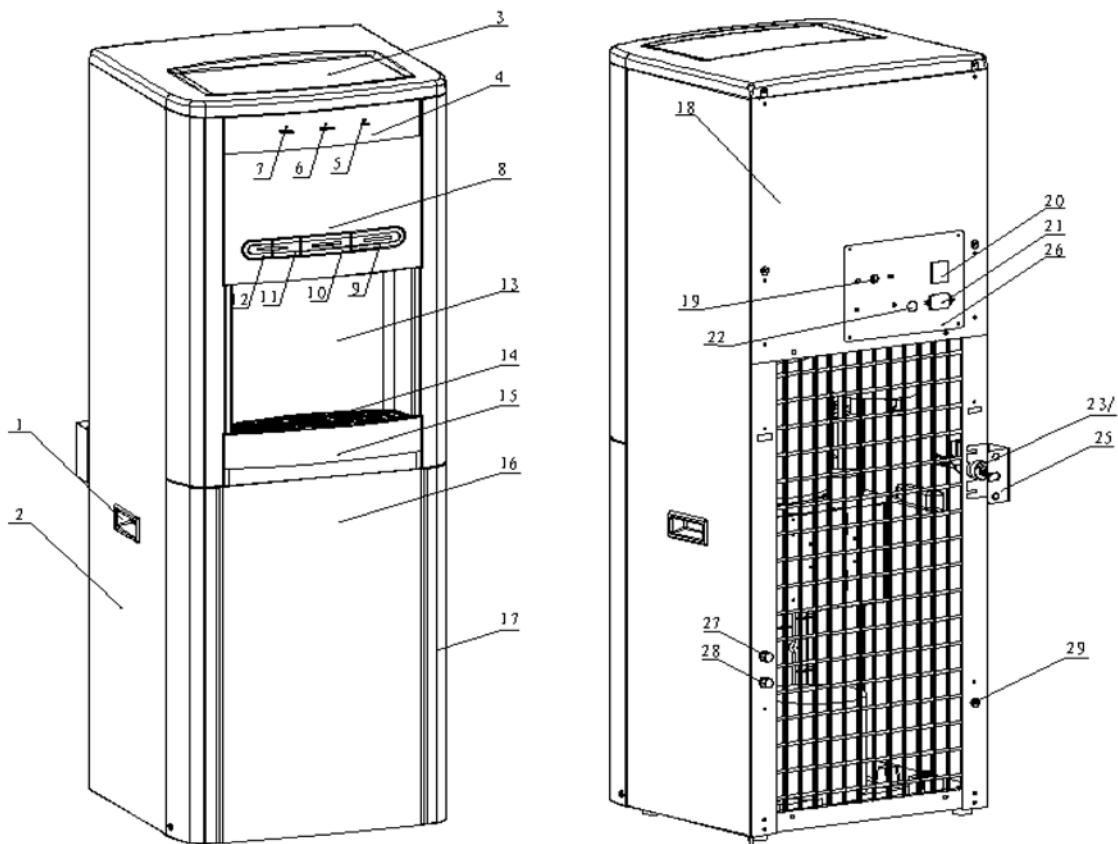

Figure 2
3. Branchez le cordon d'alimentation à une prise électrique. (15A avec disjoncteur de fuite à la terre recommandée). L'indicateur DEL de tension s'allumera alors à l'avant de l'appareil (figure 2, item 5).
10. Allumez l'interrupteur rouge de tension. Le compresseur et le système de chauffe-eau se mettront en marche. Le voyant DEL rouge du chauffage (non pas le mot "heater" mais le voyant DEL au-dessus de ce mot) et le voyant DEL bleu du refroidisseur s'illumineront sur le panneau indicateur à l'avant de la machine. (figure 2, items 6 et 7)
14. Dévissez les capuchons des drains d'eau froide et chaude. (Figure 2). Videz complètement le PURA Ultimate et remplacez les capuchons des drains.